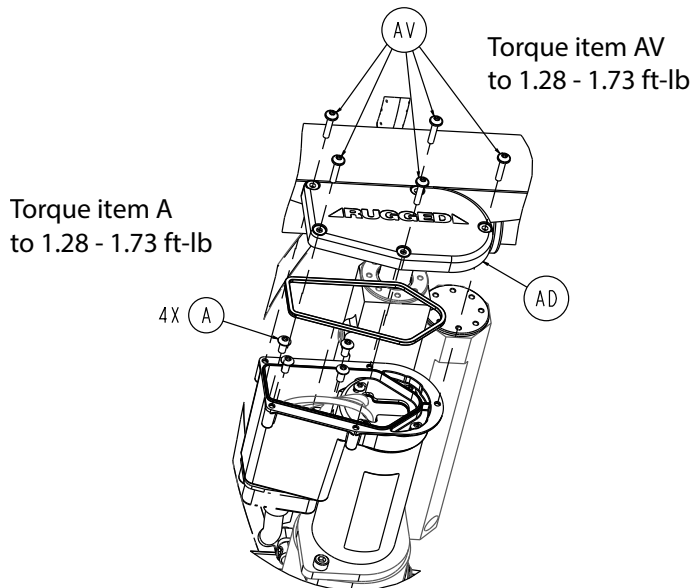

Figure 100 – Composants de l'ensemble de câble du moteur de levage
17. À l'aide d'une clé Torx T20, retirer les cinq vis de taraudage à tête ronde à embase (AV) qui fixent le capuchon d'extrémité de l'actionneur (AD) au boîtier électrique de l'ensemble hydraulique (Figure 100). Conserver les vis et le capuchon d'extrémité.
19. À l'aide d'une clé Torx T15, retirer les quatre vis Torx à tête ronde (A) qui fixent l'ensemble du câble du moteur de levage au couvercle de l'actionneur (Figure 100). Conserver les vis.